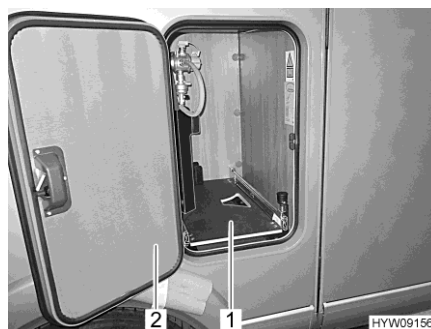

Fig. 117 Dispositivo de extracción de caja para bombonas de gas
- Abrir la trampilla (Fig. 117,2) de la caja para bombonas de gas.
- Extraer el dispositivo de extracción de caja para bombonas de gas (Fig. 117,1) hasta que el pomo vuelva a engatillar. Ahora, el dispositivo de extracción de caja para bombonas de gas estará engatillado en esta posición.